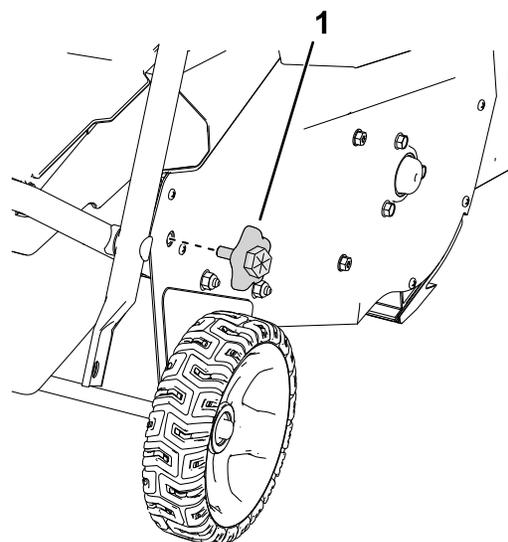

Рисунок 5
4. Снимите нижние маховички рукоятки с обеих сторон машины (Рисунок 5).